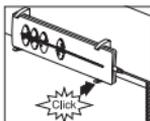

fig. 1
- Placez l'agrafe sous le longeron de l'encadrement (voir fig. 1).